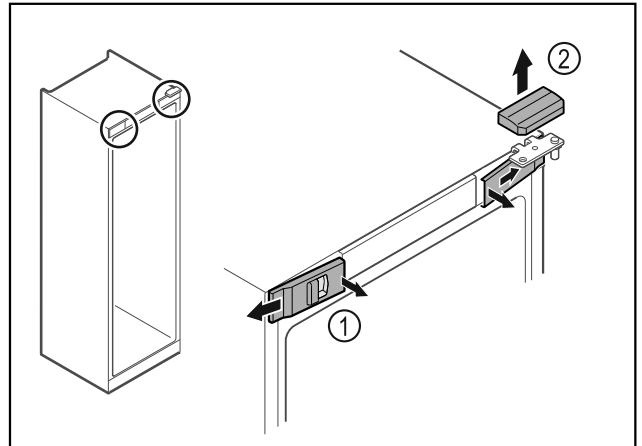

Fig. 9
- ▶ Trekk de innvendige dekslene foran Fig. 9 (1) ut av stilling, og ta dem av sidelengs.
- ▶ Trekk det øvre dekselet Fig. 9 (2) opp og av.